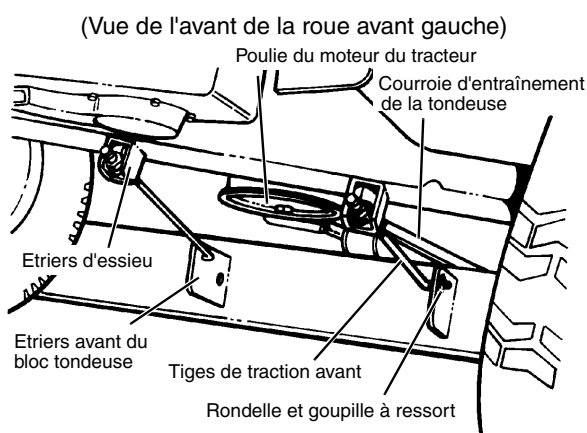

FIGURE 8
- Sortir du sac de pièces les ensembles des tiges de traction avant et les insérer dans les trous dans les étriers au bas de l'essieu avant (voir FIGURE 8).